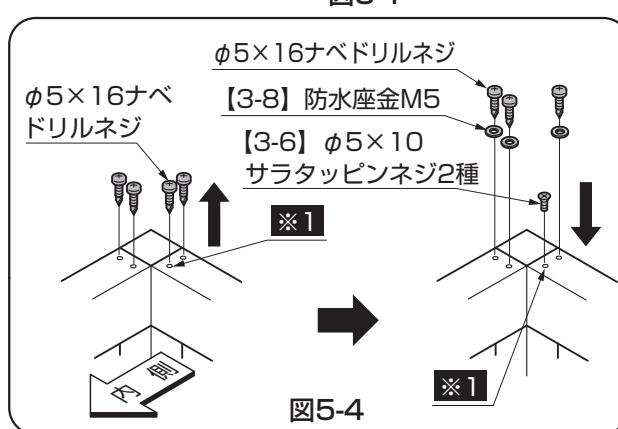
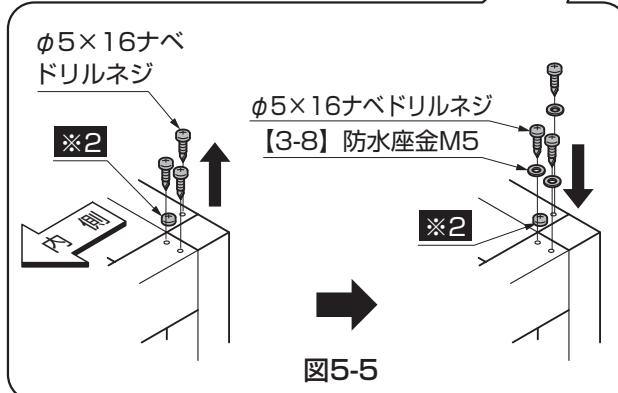

図5-4
図5-5
②フレーム固定ネジ「φ5×16ナベドリルネジ」を取り外して※1には【3-6】で固定してください。それ以外の「φ5×16ナベドリルネジ」には【3-8】を取付けて再度フレームに固定してください。※2のネジは外さないでください。(図5-4、図5-5参照)